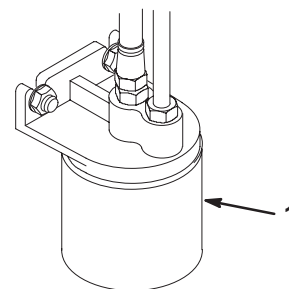

Figure 52
3. Placez un bac de vidange sous le filtre, déposez le filtre usagé et essuyez la surface du joint de l'adaptateur (Fig. 52).